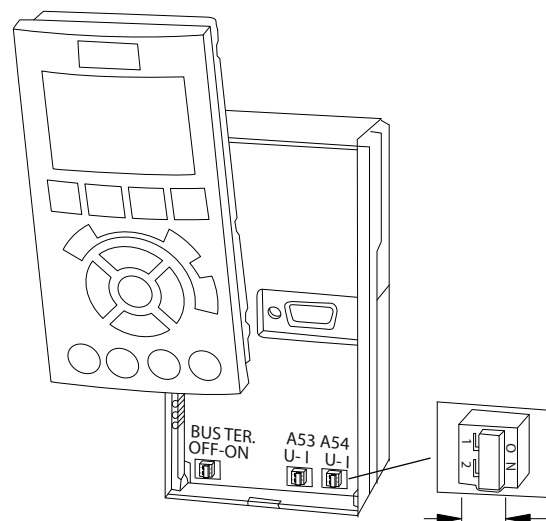

图 5.23 端子 53 和 54 的开关位置
- 控制卡上提供了一个用于总线端接阻抗的开关 (BUS TER.)。请参阅图 5.23。